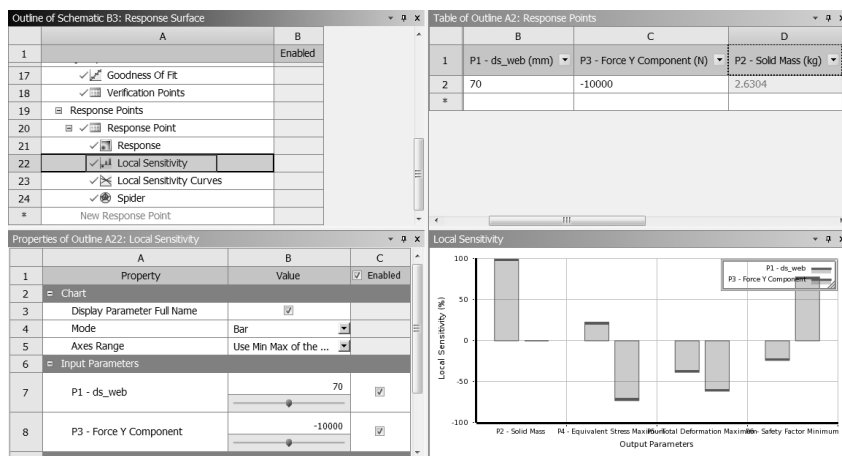

图 18-28 柱状图图表
Step7: 单击 Local Sensitivity 选项, 显示如图 18-28 所示的柱状图图表。